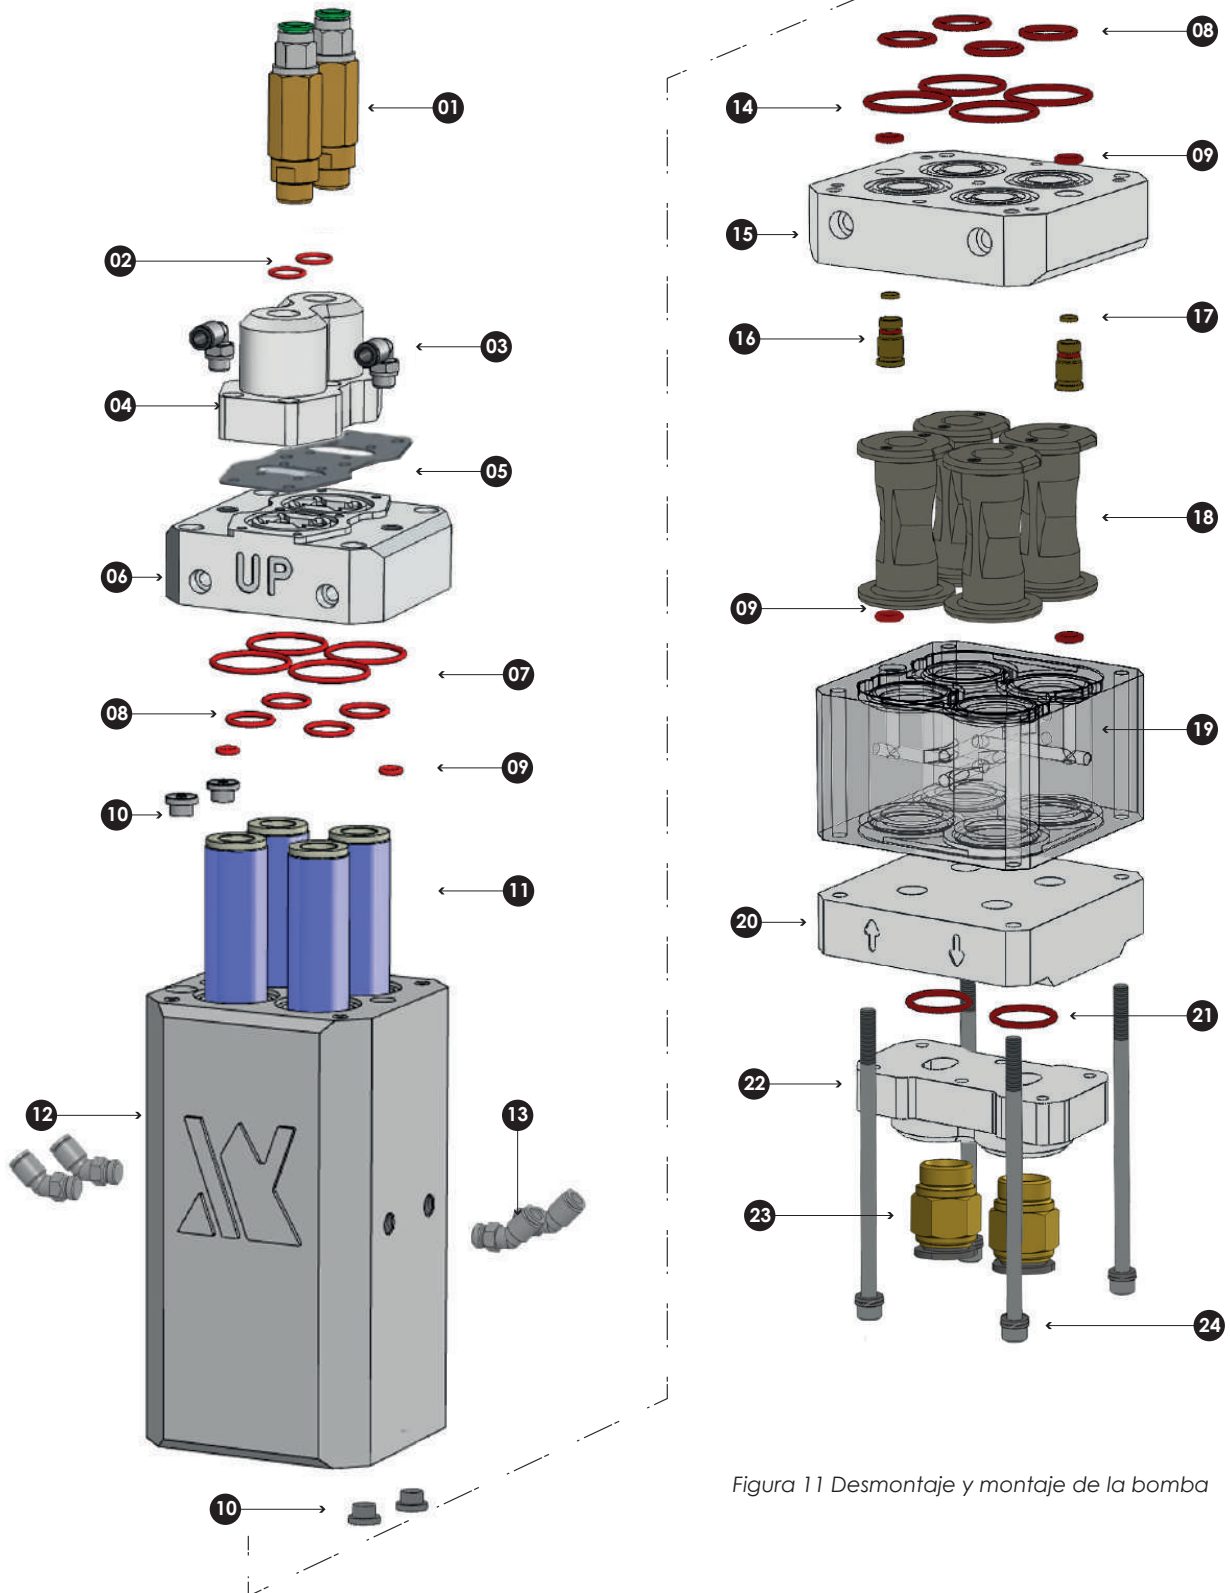

Figura 11 Desmontaje y montaje de la bomba
6. Vea la Figura 11. Comenzando con los tubos de fluidización, desmonte la bomba como se muestra.